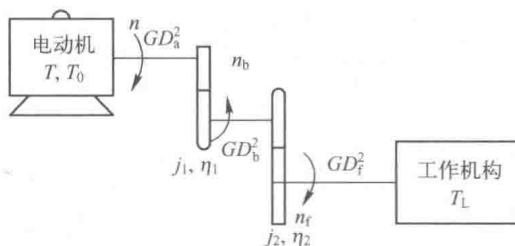

图 2-2 某电力拖动系统示意图
【例 2-1】如图 2-2 所示的电力拖动系统中，已知飞轮矩  $GD_a^2 = 14.5 \text{ N} \cdot \text{m}^2$ ， $GD_b^2 = 18.8 \text{ N} \cdot \text{m}^2$ ， $GD_f^2 = 120 \text{ N} \cdot \text{m}^2$ ，传动效率  $\eta_1 = 0.91$ ， $\eta_2 = 0.93$ ，转矩  $T_{LG} = 85 \text{ N} \cdot \text{m}$ ，转速  $n = 2450 \text{ r/min}$ ， $n_b = 810 \text{ r/min}$ ， $n_f = 150 \text{ r/min}$ ，忽略电动机空载转矩，求：(1) 折算到电动机轴上的系统总飞轮矩  $GD^2$ ；(2) 折算到电动机轴上的负载转矩  $T_L$ 。